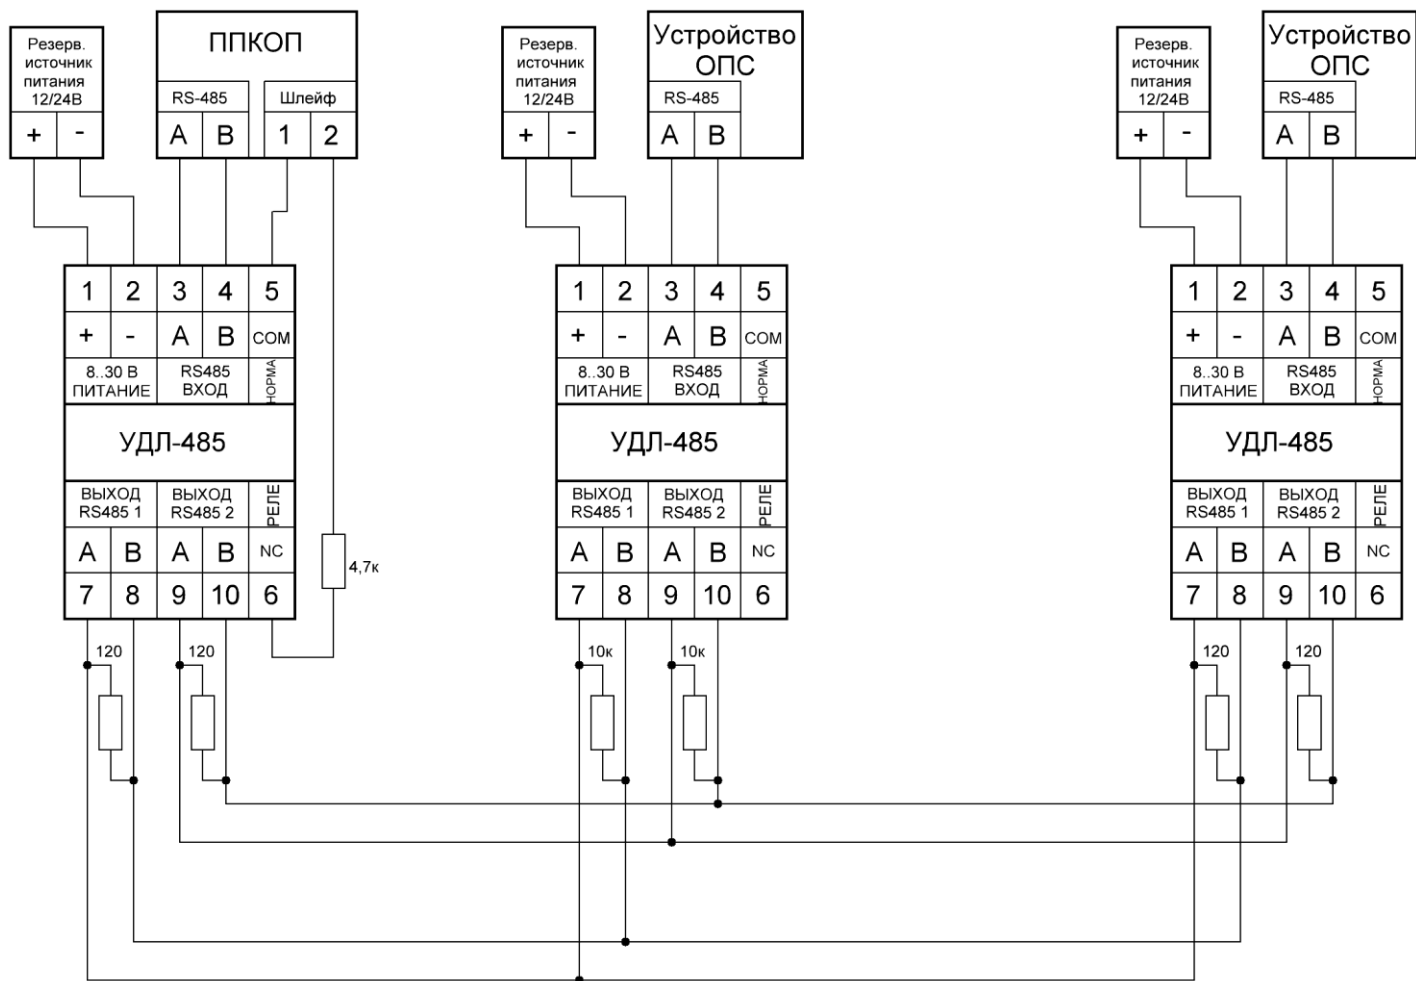

Рис. 2. Схема подключения УДЛ-485.
7.2 Произвести подключение по схеме согласно **рис.2**.
В случае необходимости контроля целостности линии связи следует подключить выход устройства «РЕЛЕ НОРМА» к технологическому шлейфу сигнализации согласно схеме на **рис.2**.